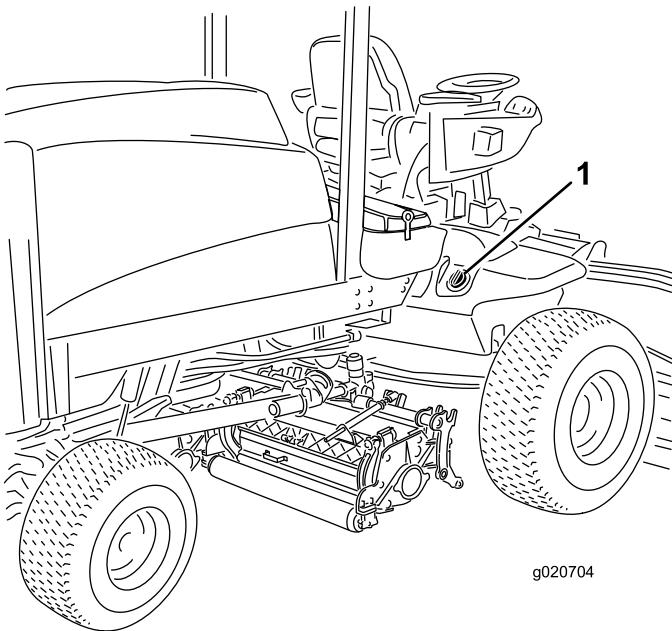

Figura 37
2. Limpe a zona em redor do tubo de enchimento e da tampa do depósito hidráulico (Figura 37). Retire a tampa do tubo de enchimento.